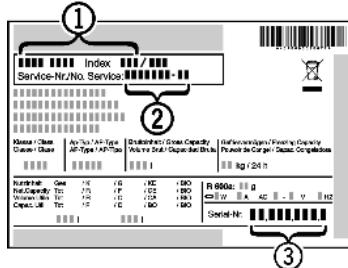

Fig. 10
- Прочетете от идентификационната табелка описание на уреда Fig. 10 (1), сервизния № Fig. 10 (2) и серийния № Fig. 10 (3). Идентификационната табелка се намира на лявата вътрешна стена на уреда.
- Обадете се на сервизната служба и посочете неизправността, описание на уреда Fig. 10 (1), сервизния № Fig. 10 (2) и серийния № Fig. 10 (3).